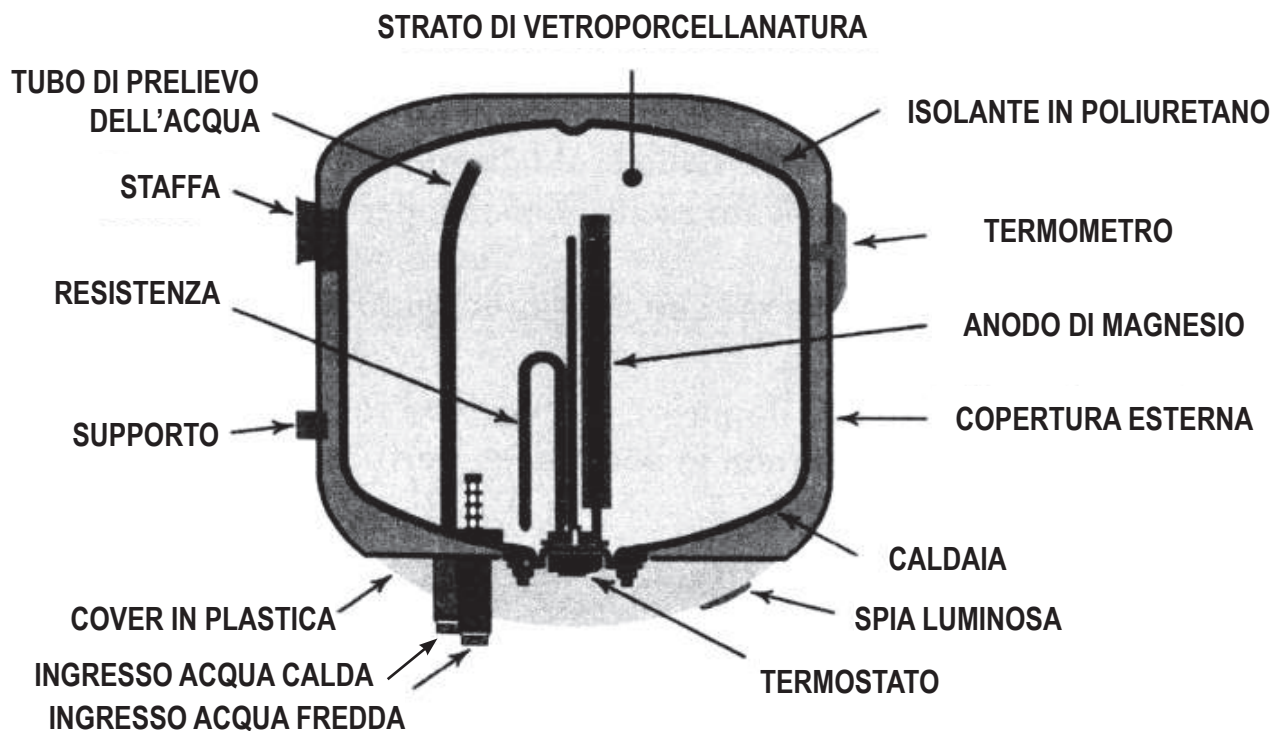

Fig. 1
- Mantenere docce e rubinetti liberi dalle incrostazioni calcaree. Il termostato è già impostato al massimo: per cambiare l'impostazione staccare la presa e dopo rimuovere il coperchio in plastica, ruotare la manopola del termostato come da fig. 1 . verso il "+" per aumentare e verso il "-" per diminuire la temperatura.